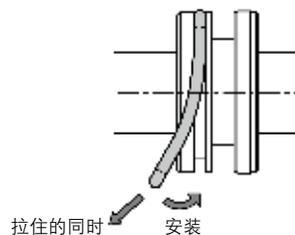

图5 活塞密封圈的安装
- ③⑧杆密封圈A:请不要将密封圈的方向装错。
- ③⑤活塞密封圈:如图5所示,拉住的同时安装。